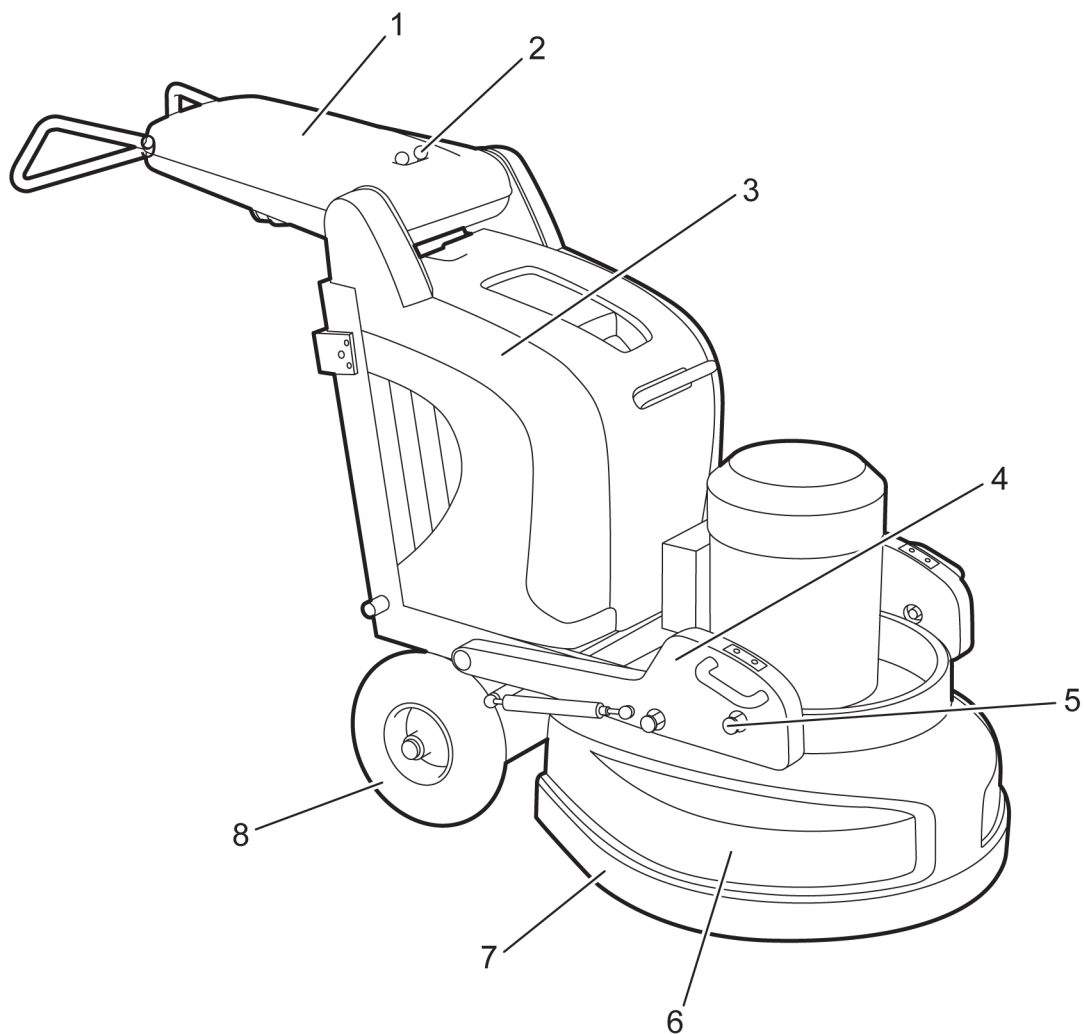
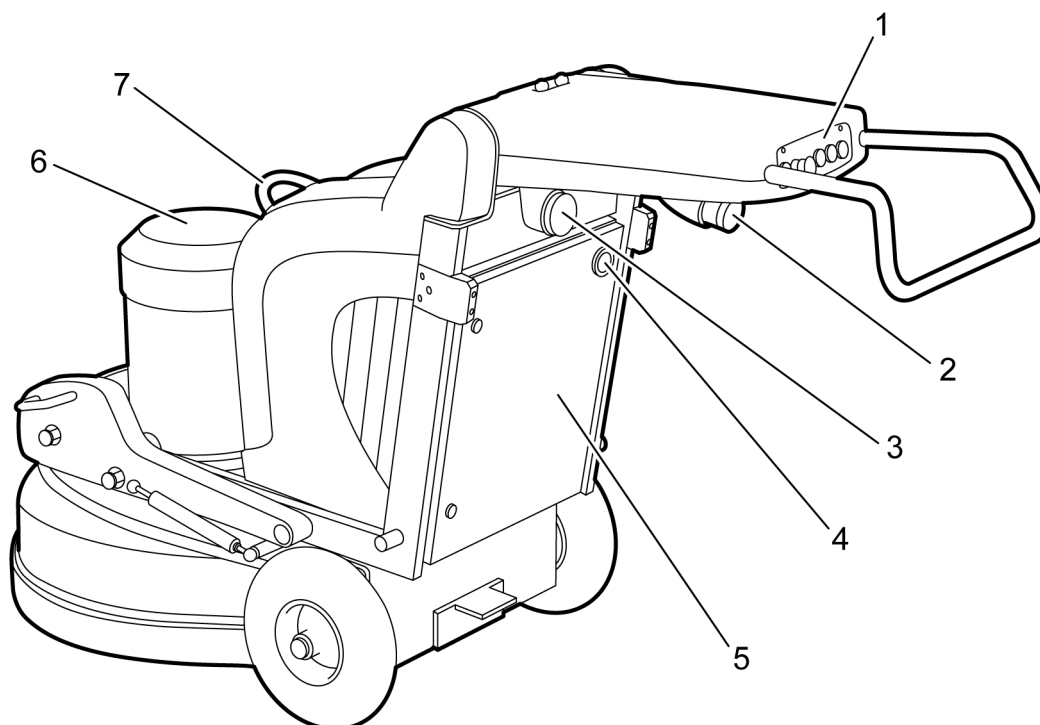

Figura 3-1. Lato anteriore della macchina
Figura 3-2. Lato posteriore della macchina
La macchina comprende alcuni componenti principali, vedere Figura 3-1, pagina 9 e Figura 3-2, pagina 10. Poiché è dotata di 4 dischi abrasivi, risulta bilanciata e maneggevole. Inoltre, leviga il materiale in modo più efficiente offrendo un risultato migliore. Il sistema di pesi integrato per la regolazione della pressione di levigatura rende la macchina ideale per gli operatori con elevati requisiti di versatilità.
1. **Power** - Spia di stand-by: Indica che le funzioni della macchina sono attivate. Si accende in verde quando si gira la chiave di accensione (7) verso destra (ON).
3. **Reset** - Ripristino dell'elettronica: Se la macchina presenta un'anomalia, può essere ripristinata tenendo premuto il pulsante per 2 secondi. Il display nel quadro elettrico può visualizzare un codice di errore, vedere Figura 3-2, pagina 10.